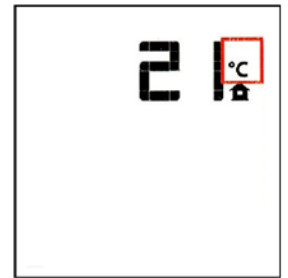
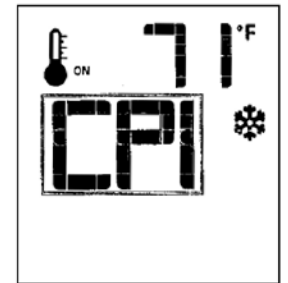

Figure 56. «IPI» est le mode par défaut.
Figure 57. Le mode «CPI» est activé.
- Réglez à «OFF» la télécommande, puis appuyez sur la touche Mode - IPI est le mode par défaut (Fig. 56). Appuyez sur la touche fléchée Haut (^) pour afficher l'icône «CPI» et activer le mode Veilleuse à allumage permanent (continu) (Fig. 57). Appuyez sur la touche fléchée Bas (v) pour retourner au mode IPI (Veilleuse à allumage intermittent). Un seul «bip» du récepteur confirmera la réception de la commande.